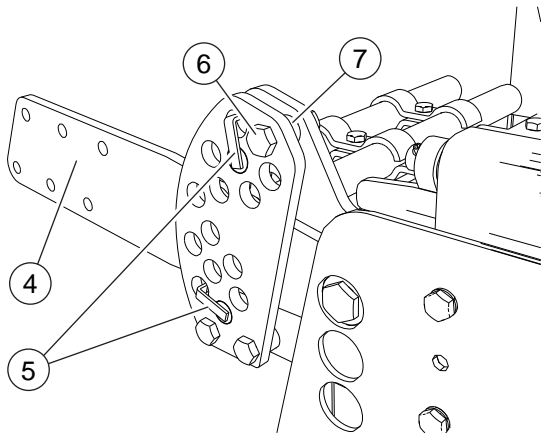

FIG. 11
- Desenroscar las tuercas (6, “Fig. 11”). Quitar el distanciador (7). Remover el pasador y el perno superior (5). Bajar el brazo (4) hasta que apoye sobre el perno inferior (5). Insertar el perno superior (5) en el primer agujero libre sobre el brazo. Cerrar los pernos con el pasador.